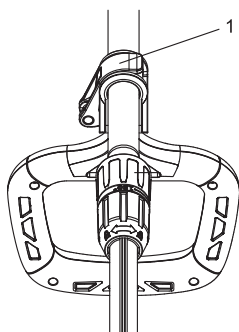

Fig. 4
REMARQUE : Le support de montage de la poignée auxiliaire peut être glissé vers le haut ou vers le bas sur le tube télescopique, tourné d'un côté à l'autre ou incliné vers l'avant ou l'arrière pour placer la poignée dans la position la plus confortable. Tourner le levier de verrouillage (1) avant de régler la position de la poignée auxiliaire et le resserrer pour verrouiller la poignée auxiliaire dans la nouvelle position. (Fig. 4)